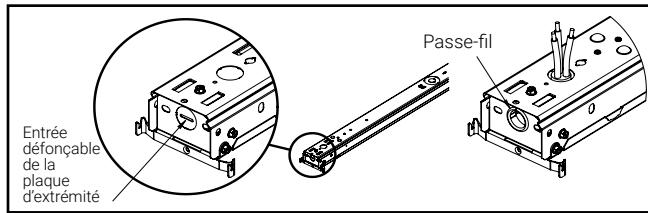

Figure 9
- Percez l'entrée défonçable dans la plaque d'extrémité, puis insérez le passe-fil dans l'entrée défonçable. (Figure 9)